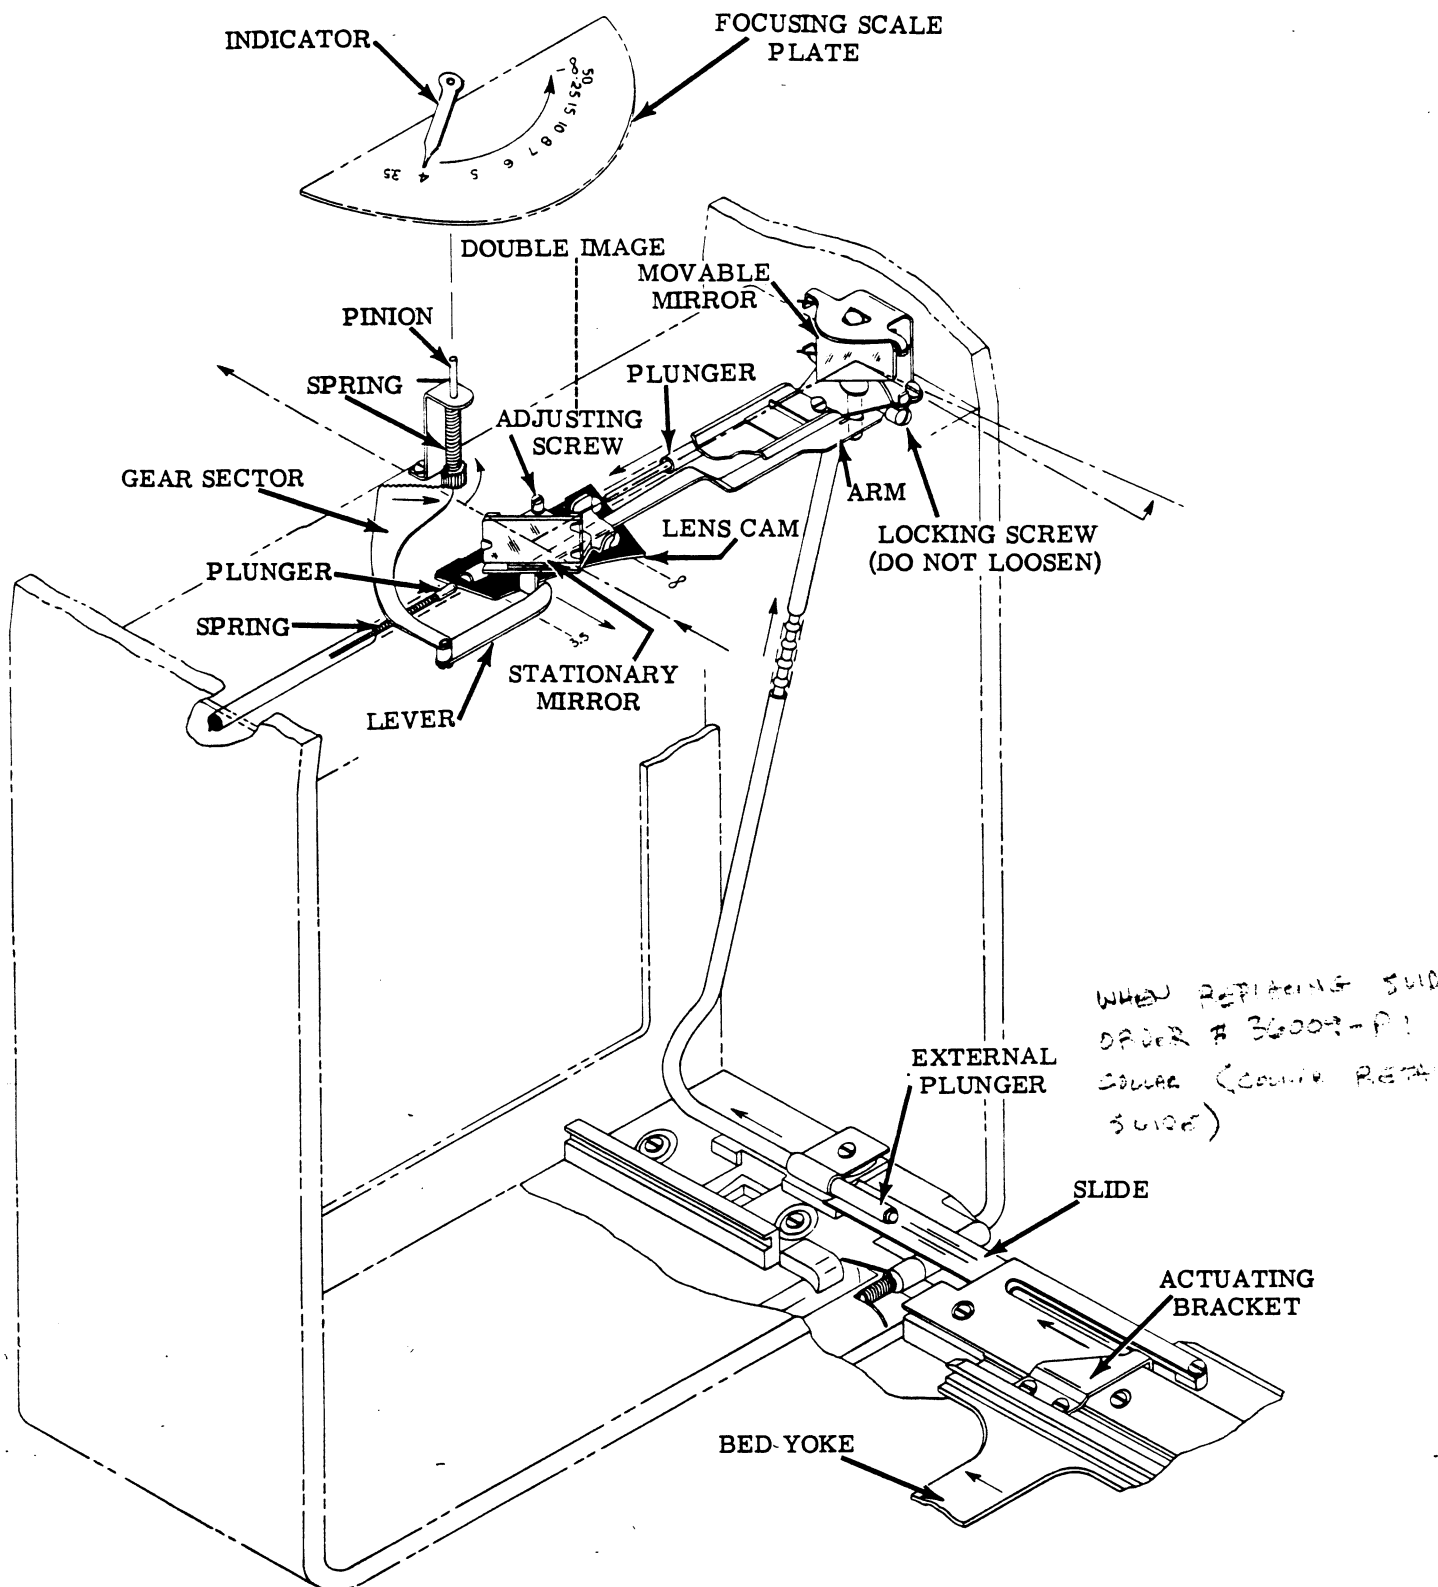

Figure 2. RANGEFINDER OPERATION
D. RANGEFINDER OPERATION (Figure 2)